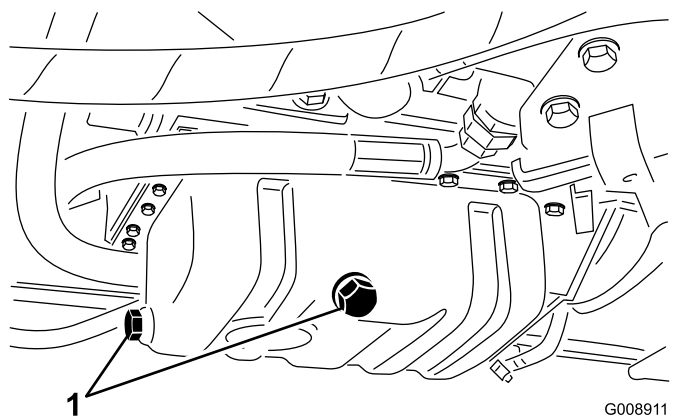

Figura 74
3. Îndepărtați oricare dintre buzoanele de golire (Figura 74) și lăsați uleiul să curgă într-o tavă de golire; când uleiul încetează să curgă, montați buzonul de golire.